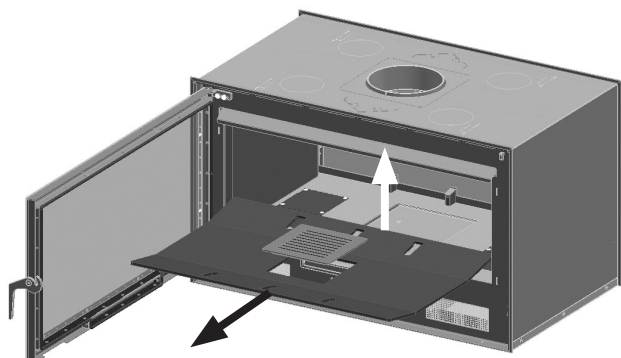

FIG. 3
1. Retirar a grelha em ferro fundido e a base do aparelho. **Atenção! As peças em vermiculite podem partir** (Fig. 3).